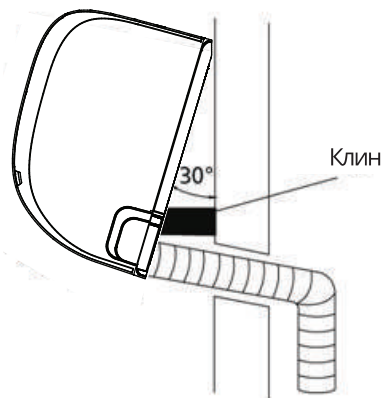

Рис. 3.11
2. Застосуйте кронштейн або клин для утримання блоку, що надасть вам достатньо місця для підключення трубопроводу холодоагенту, сигнального кабелю і дренажного шлангу. Для прикладу див. Рис. 3.11.